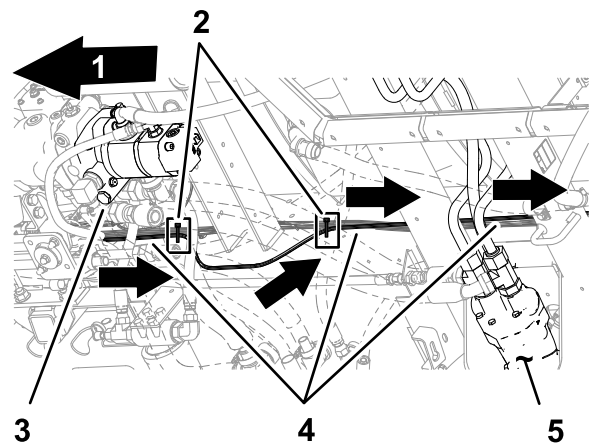

Bild 42
4. Befestigen Sie den Kitkabelbaum mit zwei Kabelbindern am hinteren Kabelbaum der Maschine, wie in Bild 42 abgebildet.
3. Verlegen Sie die Kabelbaumzweige nach hinten entlang des hinteren Kabelbaums der Maschine, wie in Bild 42 abgebildet.